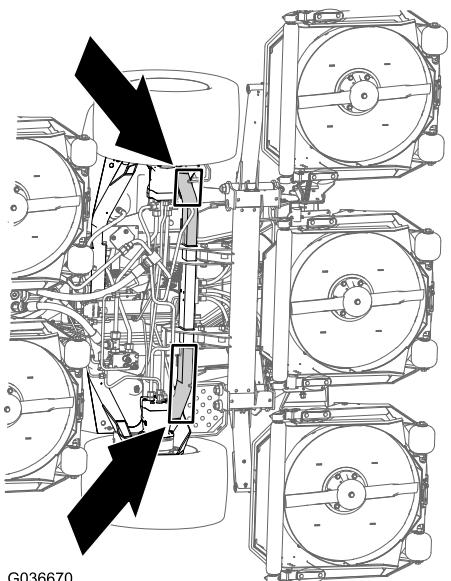

Figura 46
**Na parte dianteira da máquina** – na estrutura da máquina, à frente dos motores da transmissão da roda (Figura 46)